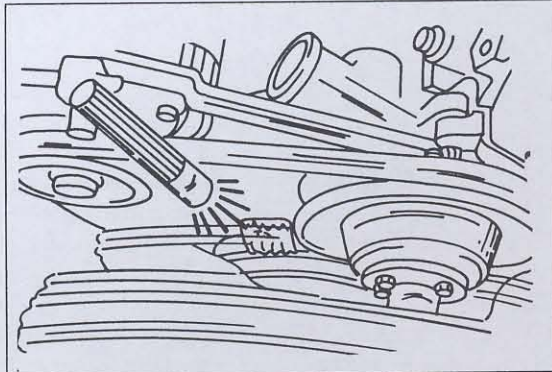

Bild 189
- Eine Stroboskoplampe entsprechend den Anweisungen des Herstellers anschliessen und den Lichtstrahl gegen die Kante der Kurbelwellenriemenscheibe richten, wie es aus Bild 189 ersichtlich ist. Falls ein elektronisch geregelter Vergaser eingebaut ist, muss man bei laufendem Motor einmal auf das Gaspedal treten, um den Nocken für den beschleunigten Leerlauf freizugeben.